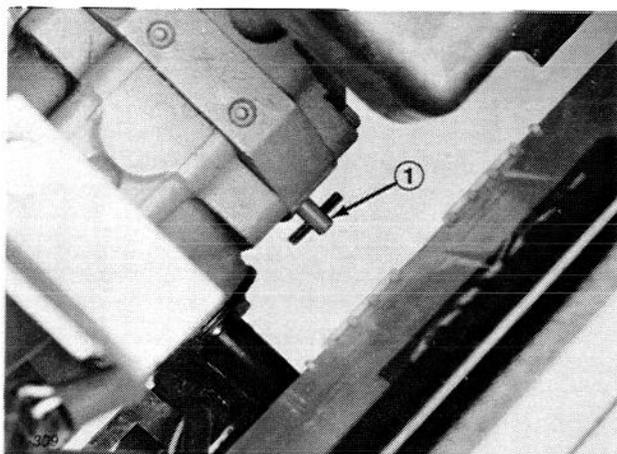

Fig. 15
1. Girare la valvola di bypass (Fig. 15) sotto il trattorino, di ½ o 1 giro in senso antiorario. Aprendo la valvola si apre un passaggio interno nella trasmissione, bypassando in tal modo l'olio della trasmissione. Bypassato l'olio, è possibile spostare il trattorino senza danneggiare la trasmissione.